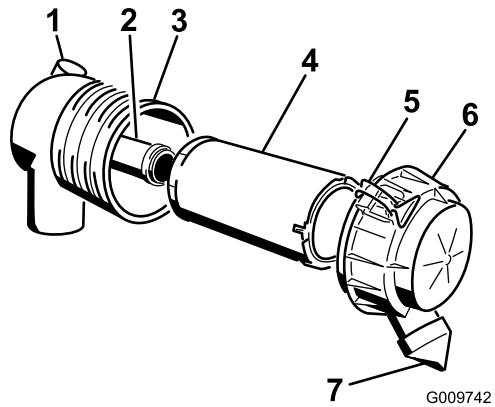

Bild 30
Wichtig: Warten Sie den Luftfilter nur, wenn die Wartungsanzeige rot ist (Bild 30). Das frühzeitige Auswechseln des Luftfilters erhöht nur die Gefahr, dass Schmutz in den Motor gelangt, wenn Sie den Filter entfernen.
4. Lösen Sie die Riegel am Luftfilter und ziehen Sie die Abdeckung vom Gehäuse ab (Bild 30).
1. Schieben Sie den Hauptfilter vorsichtig aus dem Luftfiltergehäuse heraus (Bild 30). Vermeiden Sie ein Anstoßen des Filters an der Seite des Gehäuses.
4. Wenn Sie den Sicherheitsfilter auswechseln, schieben Sie den neuen Filter vorsichtig in das Filtergehäuse (Bild 30).
5. Schieben Sie den Hauptfilter vorsichtig auf den Sicherheitsfilter (Bild 30). Stellen Sie sicher, dass dieser einwandfrei einliegt, indem Sie beim Einbauen auf den äußeren Rand des Filters drücken.
6. Bringen Sie die Luftfilterabdeckung mit der Seite an, auf der UP gestanzt ist, und rasten Sie die Riegel ein (Bild 30).